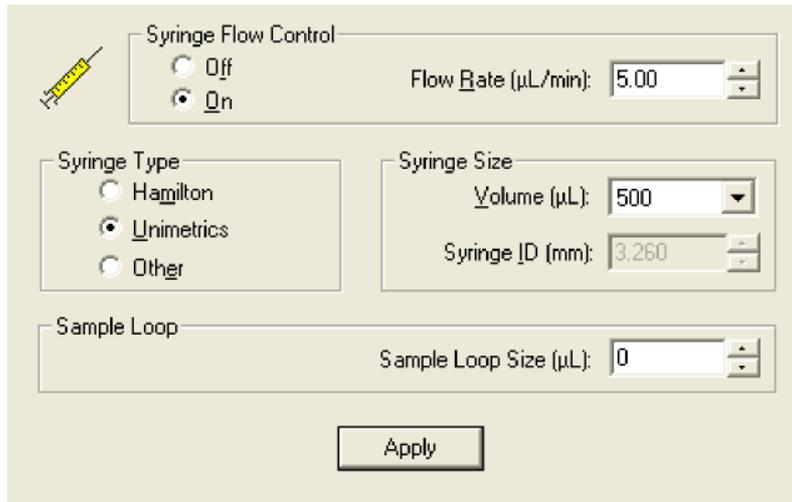

图 2-21. 注射泵和定量环视图，图中显示注射泵为开启状态
- a. 在Tune Master中选择**Setup > Syringe Pump & Sample Loop**在工作区域右上角显示Syringe Pump and Sample Loop视图，见图2-21。